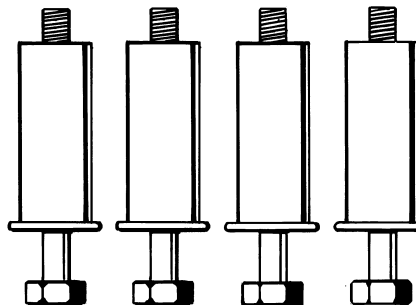

Fig. 1
**Avant de mettre l'appareil en service, il faut obligatoirement retirer le bridage de transport (voir la figure 1).**